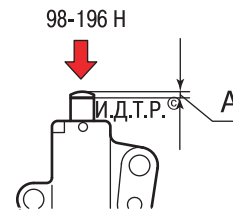

Рис. 5.25. Проверка рабочего хода штока натяжителя
12. Уприте корпус натяжителя в жесткую опору и надавите на шток (рис. 5.25) с усилием 100–200 Н. Измерьте ход штока **А**. Ход штока исправного натяжителя должен быть не более 1 мм. Эту проверку можно выполнить с помощью тисков. Если шток легко утапливается, замените натяжитель. Если сжатие требует значительных усилий, автоматический натяжитель исправен.